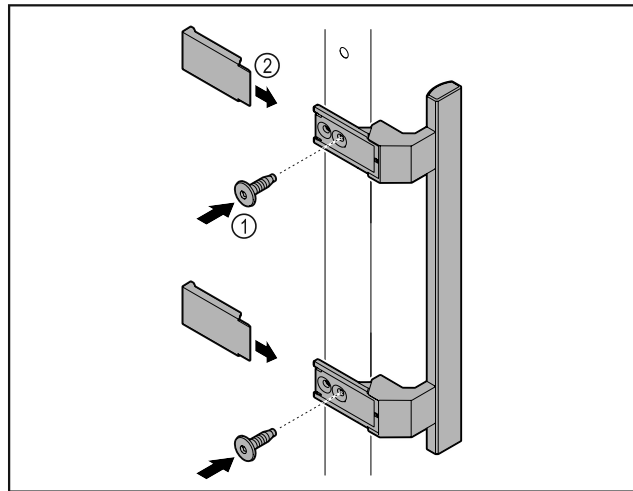

Fig. 9
- ▶ Zamontować uchwyt z dodatkowego opakowania na drzwiach przy użyciu dotychczasowych śrub Fig. 9 (1).
- ▶ Założyć osłonę Fig. 9 (2).